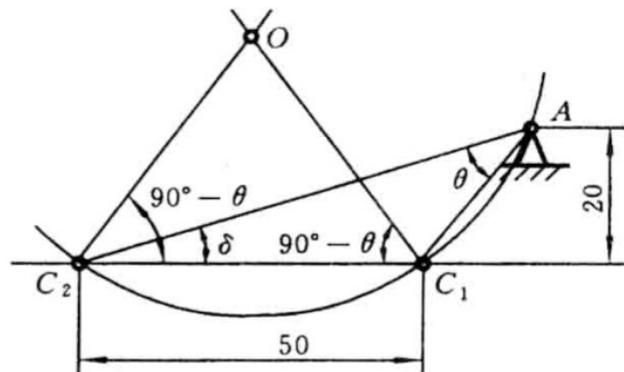

图 2-43 作图求固定铰链中心
(1) 求出曲柄长度 l_{AB} 和连杆长度 l_{BC} ;
解 (1) 求杆长(用几何法)。极位夹角 $\theta=180^\circ \frac{k-1}{k+1}=36^\circ$, 按滑块的行程作线段 C_1C_2 。过点 C_1 作 $\angle OC_1C_2=90^\circ-\theta=54^\circ$, 过点 C_2 作 $\angle OC_2C_1=90^\circ-\theta=54^\circ$, 则得 OC_1 与 OC_2 的交点 O 。以点 O 为圆心、 $\overline{OC_1}$ 或 $\overline{OC_2}$ 为半径作圆弧, 它与直线 $\overline{C_1C_2}$ 的平行线(距离为 $e=20\text{ mm}$)相交于点 A (应该有两个交点, 现只取一个), 即为固定铰链中心 A (见图 2-43)。